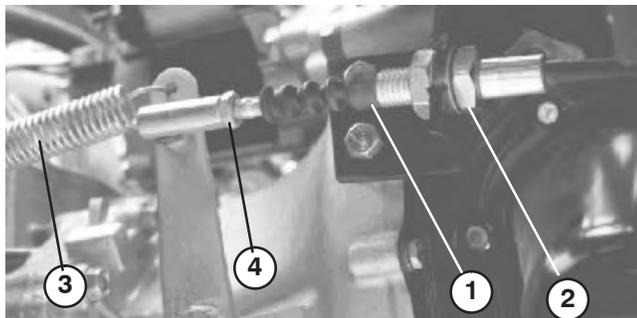

Figure 61
1. Desserrez les écrous de blocage qui fixent le câble d'embrayage au support sur le carter d'embrayage (Fig. 61).